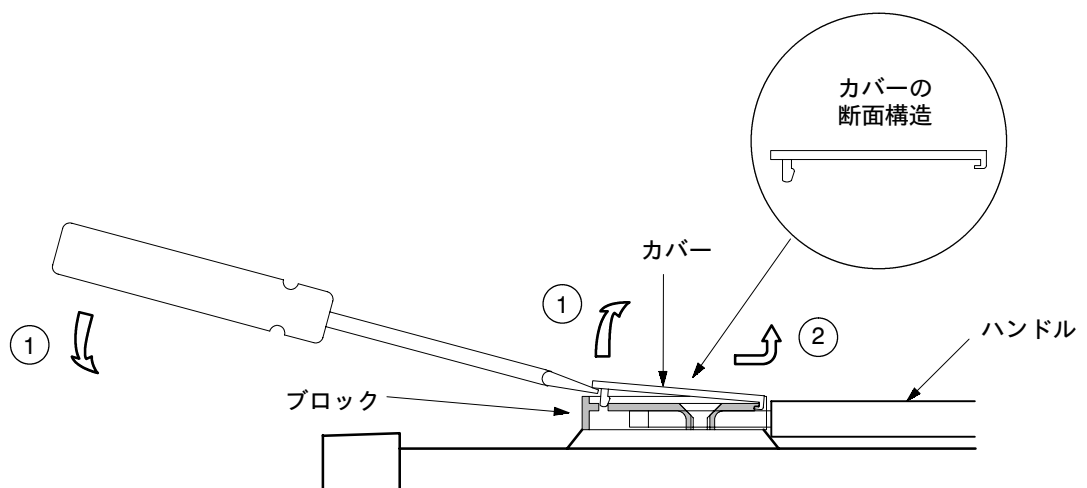

図2: ハンドルの取付部分の構造 (断面図)
2. マイナス・ドライバを使用して、プラスチック・カバーのラッチを外します。図2の①を参照してください。
3. カバーをハンドルの方向に横にスライドさせると、カバーが取り外せます。図2の②を参照してください。このときハンドルの中央を引き上げて、ブロックとハンドルとの隙間を広げると、カバーがとれやすくなります。